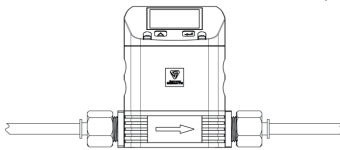

图2.4.2
- S3、如图2.4.2，当现场管道使用软管，可以在流量计两端配上与外螺纹对应的内螺纹直通快插接头或螺纹卡套锁紧接头，用软管直接与流量计接头进行连接。